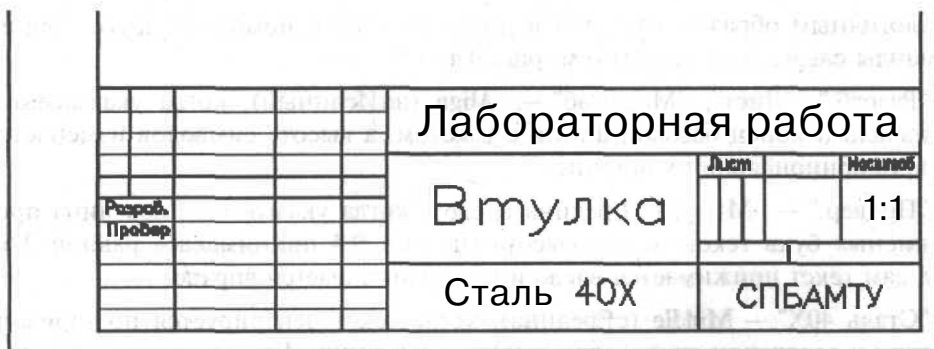

Рис. 9.4. Текст штампа, введенный с различными опциями команды **TEXT**
Аналогичным образом введите текст "1:1" в поле масштаба чертежа и наименование организации "СПБАМТУ" высотой 5 (рис. 9.4).
4. Укажите первую, а затем вторую точку в поле штампа, где вводится текст "Втулка" (см. рис. 9.4).
Аналогичным образом вводятся в полях штампа с помощью других опций команды следующие тексты (см. рис. 9.4):
- ☐ "Провер." — **ML** (СЛ сЕредина влево), когда указывается середина прописных букв текста и его высота (на рис. 9.4 принималась равной 2.5), а сам текст прижимается влево и не ограничивается вправо.